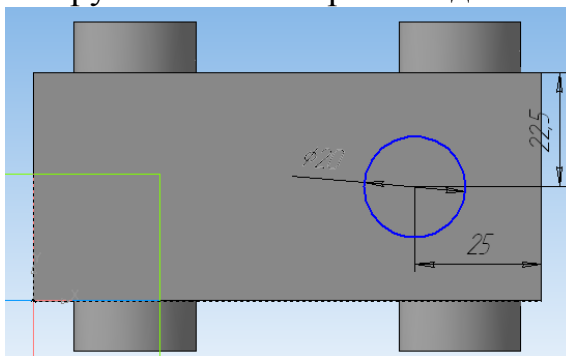

Рис. 8
8. Постройте окружность со стороны заднего колеса (рис. 8).